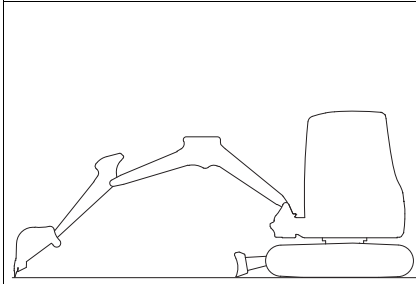

Abb. 293
2. Armsystem mittig nach vorne ausrichten (*Abb. 293*).